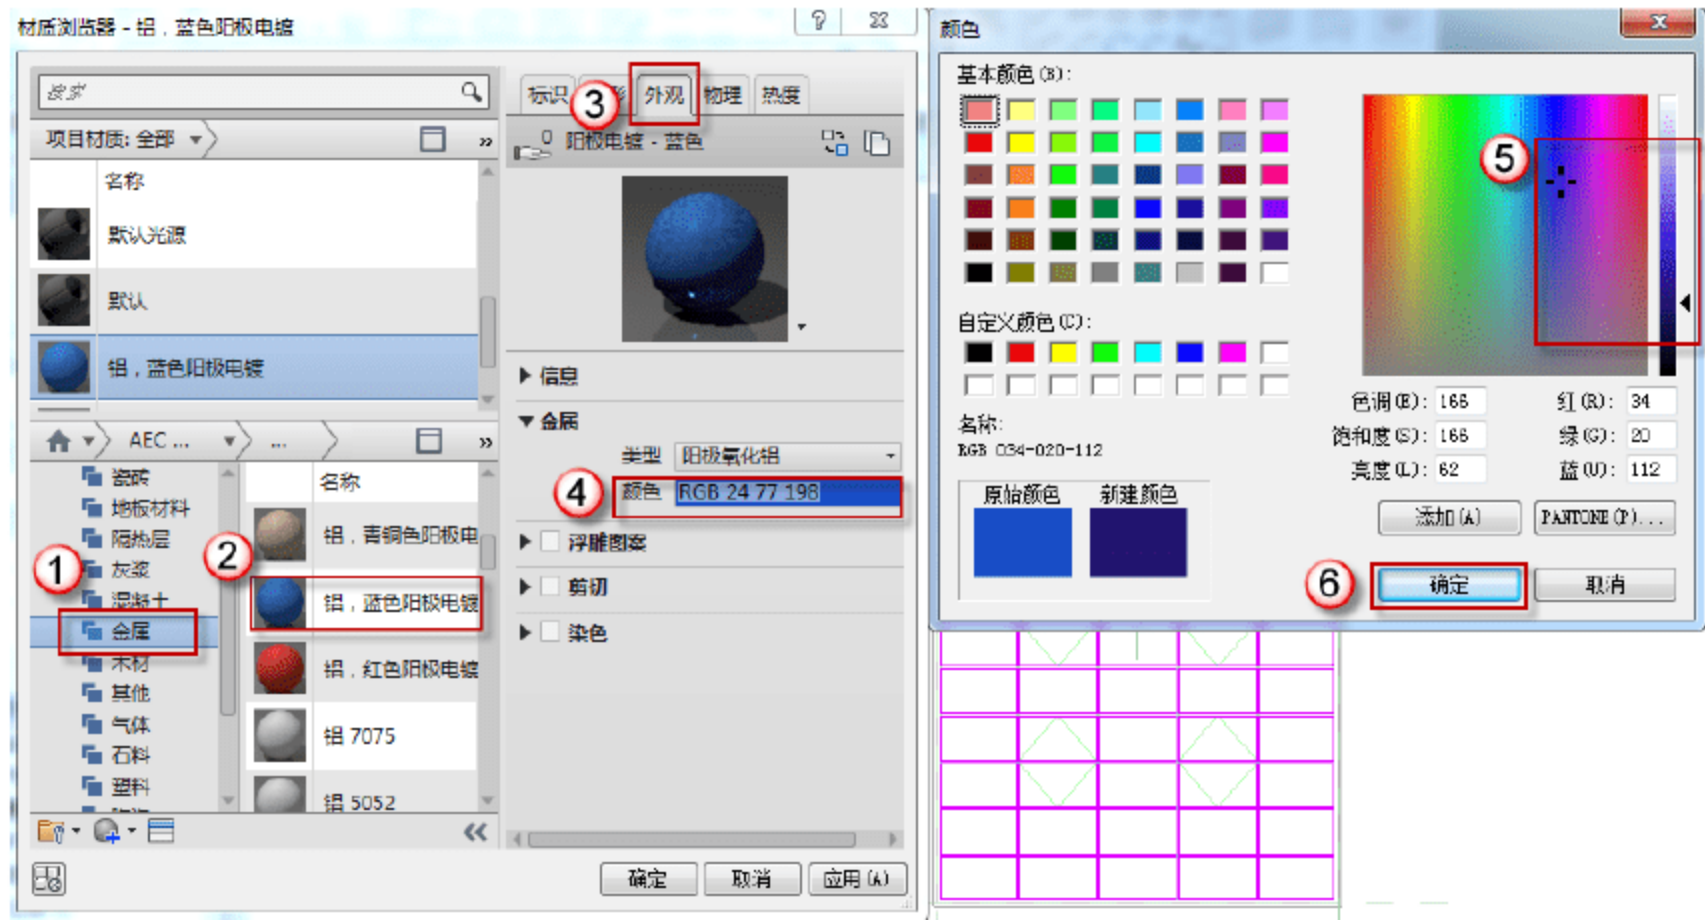

图 12.1.46 设置天窗的窗框材质
(20) 设置天窗的窗框材质。在弹出的“材质浏览器”对话框，在“AEC 材质”中选择“金属”→“铝，蓝色阳极电镀”，然后选择“外观”，单击“颜色”按钮，在弹出的“颜色”对话框中选择合适的颜色，单击“确定”按钮，如图 12.1.46 所示。